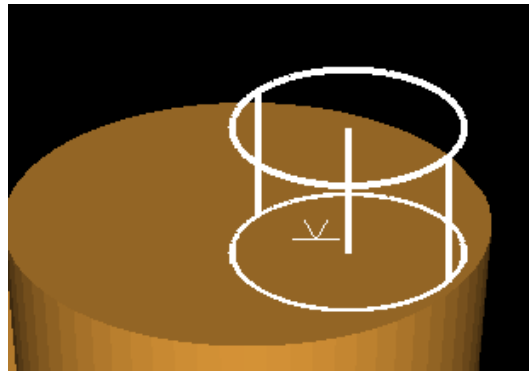

Figura 5.9
- *Location*: permite definir las coordenadas de la ubicación de la entrada. Estas coordenadas hacen referencia al punto central de la base de la entrada. Como muestra el punto rojo de la figura 5.9